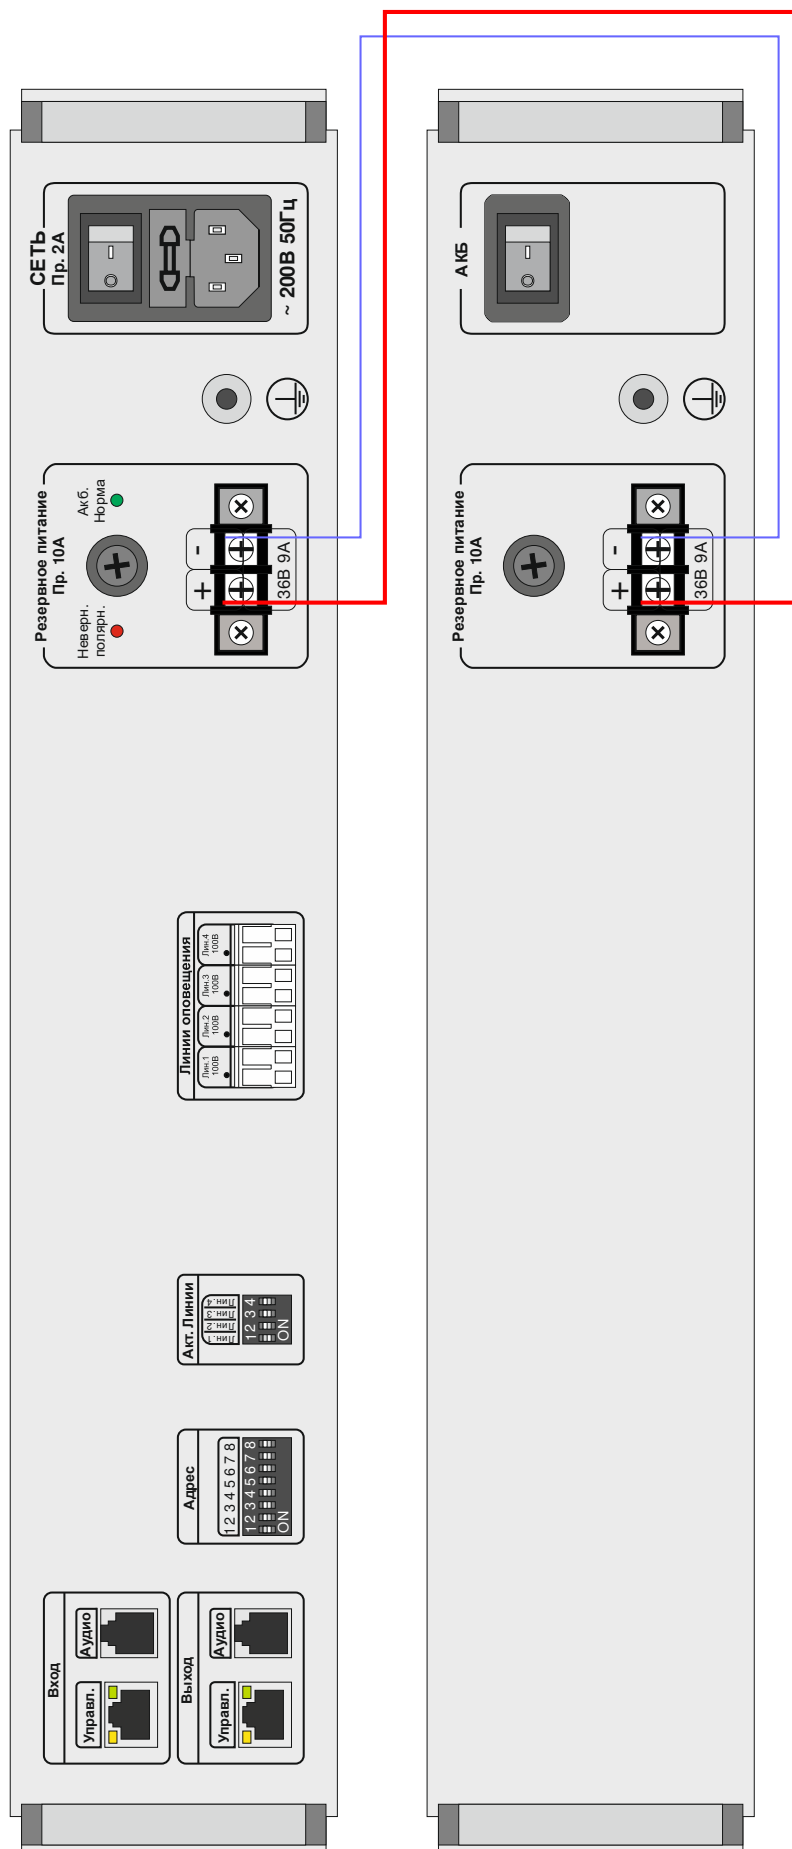

Рис. 2.8. Подключение к устройству БРП-36/07 или БРП-36/14
2.3.2.6 Производят подключение к *устройству* следующих внешних цепей (см. Рис. 1.1, Рис. 2.8, а также "ПРИЛОЖЕНИЕ Б. ПРИМЕР ПРИМЕНЕНИЯ УСТРОЙСТВА"):
- цепей резервного электропитания (при использовании блока БРП-36/07 (БРП-36/14) руководствоваться схемой на Рис. 2.8).